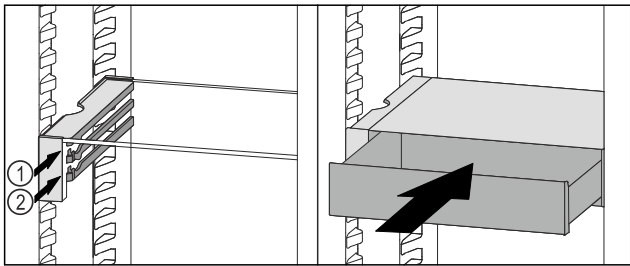

Fig. 99
- ▶ VarioSafe-Schubfach hinter den Stopperr auf gewünschter Rippe Fig. 99 (1) oder Fig. 99 (2) aufsetzen.